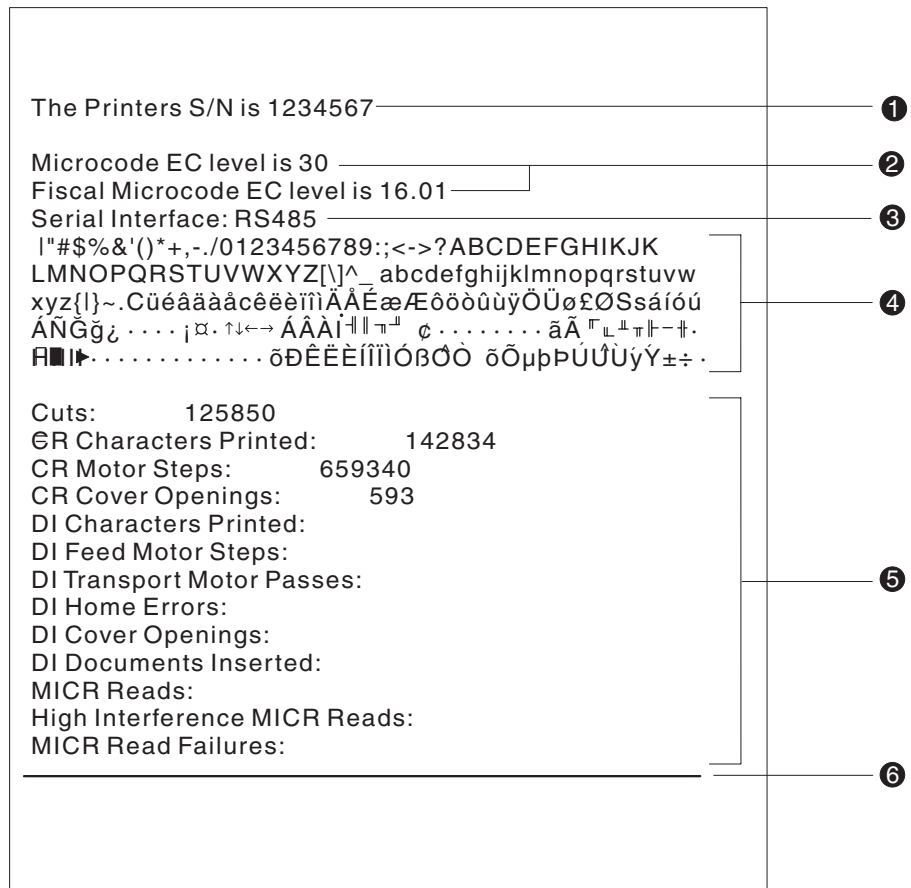

Figura 29. Patrón de prueba de impresora fuera de línea – Estación de recepción para el cliente
3. Utilizando Figura 29 en la página 51, verifique que la impresora ha impreso correctamente la información para su modelo y configuración:
Si los caracteres que aparecen en Figura 29 en la página 51 faltan en el patrón de prueba que imprime o si falta al línea recta, vaya a “Determinación de problemas” en la página 52.
4. Utilizando Figura 29 en la página 51, verifique que la impresora ha impreso correctamente la información para su modelo y configuración:
Si los caracteres que aparecen en Figura 29 en la página 51 faltan en el patrón de prueba que imprimió o si falta al línea recta, vaya a “Determinación de problemas” en la página 52.